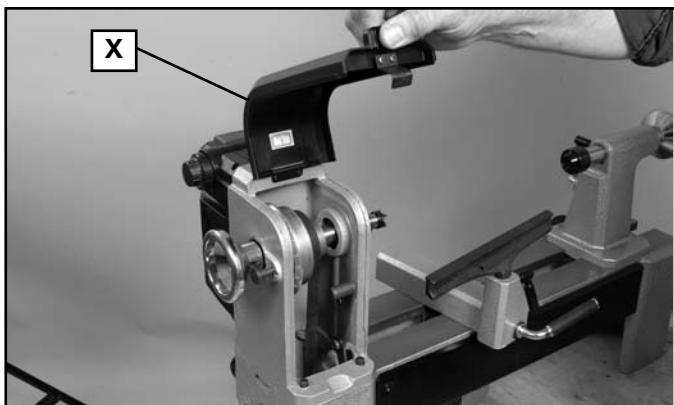
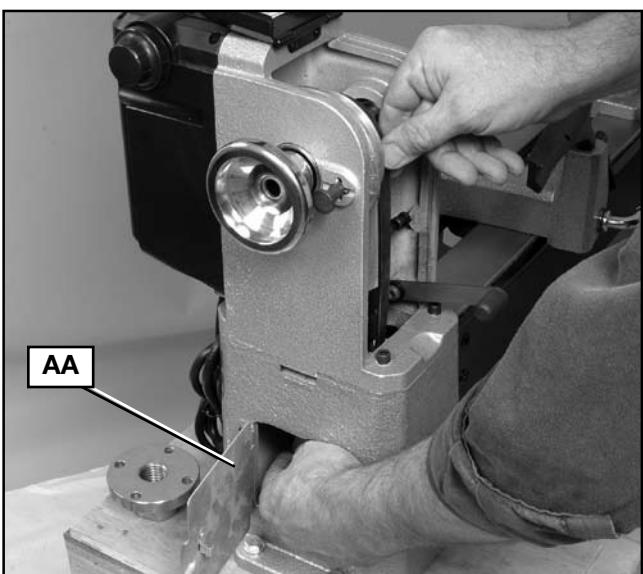
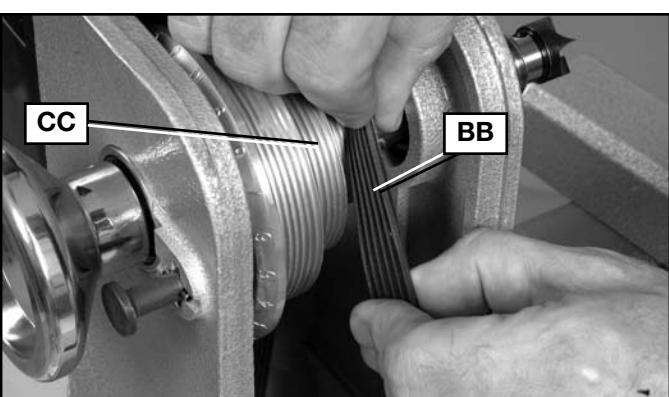

Fig. 14
Fig. 16
Fig. 17
1. Levante la cubierta de la polea (X), Fig. 14.
3. Abra la puerta lateral inferior (AA) Fig. 16 y mueva la correa hasta el paso deseado de la polea y de acuerdo con la tabla de velocidades que se encuentra en la parte interna de la cubierta de la polea (X) Fig. 14. **NOTA:** Asegúrese de que las ranuras en la parte interna de la correa (BB) Fig. 17 se encuenen completamente en las ranuras (CC) de ambas poleas y que la correa no sobresalga del borde de la polea.
5. Cierre bien la puerta lateral inferior (AA) Fig. 16 y la cubierta de la polea (X) Fig. 14.
1. Abra la puerta de la polea (X) Fig. 14 y la puerta lateral (AA), Fig. 16.